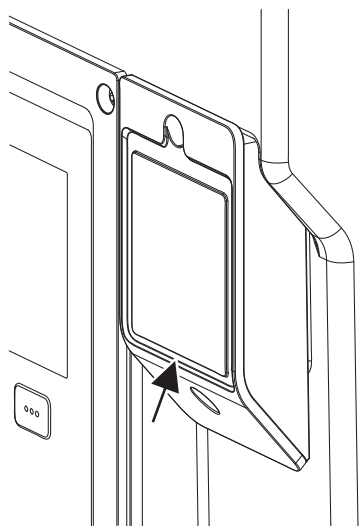

Fig. 28: Крышка модуля Wilo-Smart Connect BT
1. Отпустить винт крышки модуля Wilo-Smart Connect (Fig. 28) и открыть крышку.
Конструкция модуля Wilo-Smart Connect BT позволяет вставлять его только определенным образом. Модуль дополнительно не самофиксируется. Крышка модуля Wilo-Smart Connect (Fig. 28) на верхней части электронного модуля прочно удерживает модуль в интерфейсе.